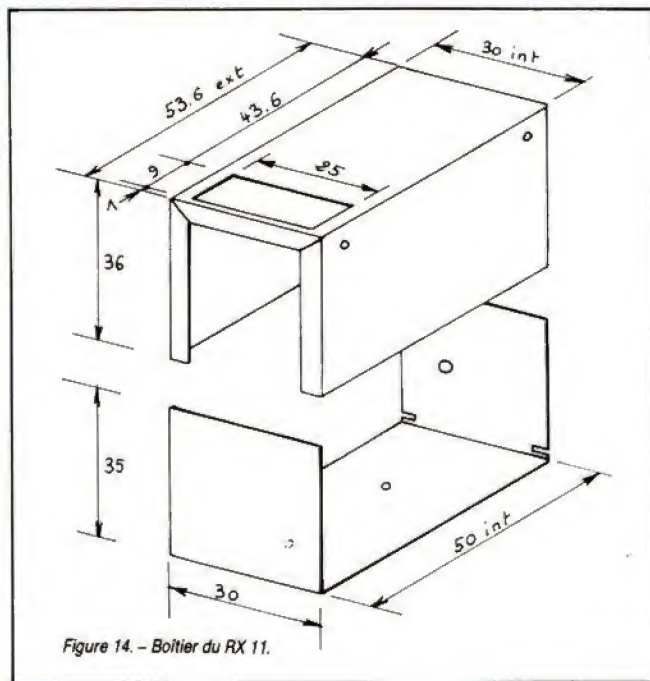

Figure 14. - Boîtier du RX 11.
- **Le boîtier** (voir fig. 14). A fabriquer en alu de 10/10 pour le fond et de 8/10 pour le couvercle. Le boîtier terminé, procéder à la préparation de la fixation des CI.